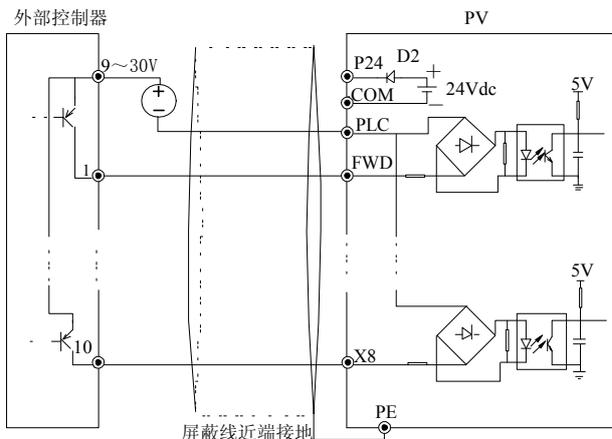

图3-27 使用外部电源的漏极连接方式
5. 图 3-27、3-28 中的电阻 R 对于 24V 输入的继电器应去掉，对于非 24V 继电器应根据继电器参数选择。